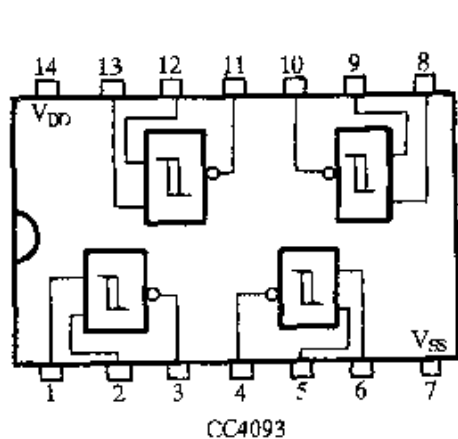

图 2-382
⑩ 图 2-382 所示为四 2 输入端施密特触发器 CC4093 引脚功能图。CC4093 内含四个独立的具有 2 个输入端的与非门形式的施密特触发器。